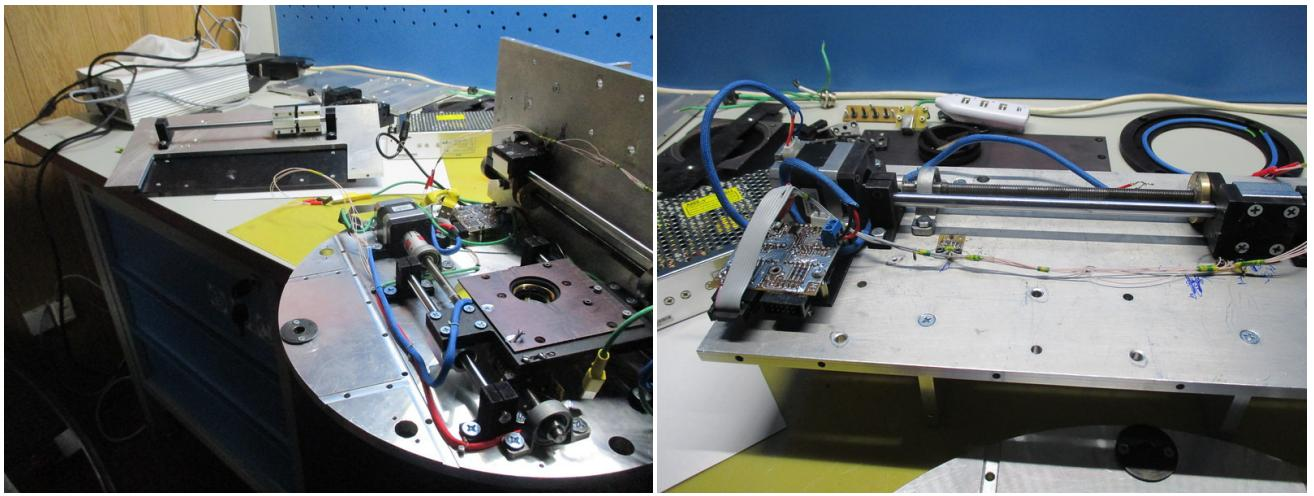

Рис. 25: Отсоединение стоек.
**12.** Отсоединить от фланца прибора стойки с элементами линейного транслятора анализатора поляризации и управляющего контроллера (см. рис. 25).